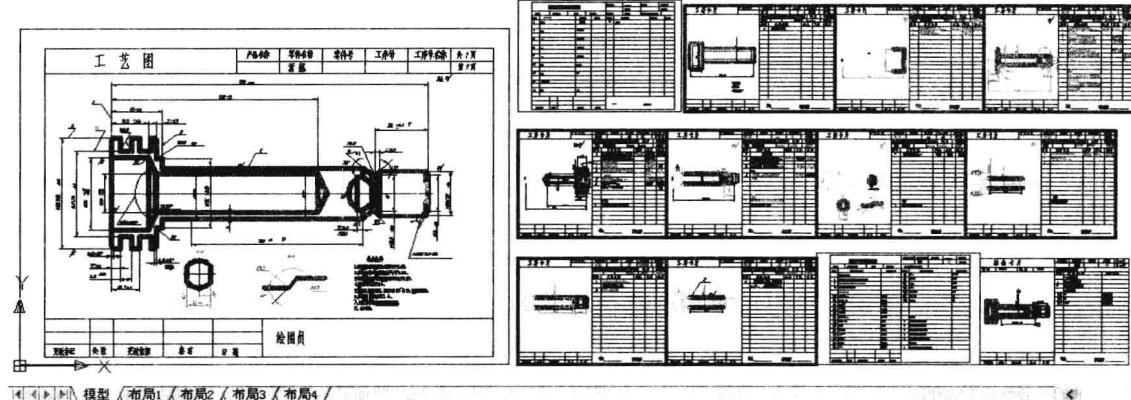

图 10-5-1
(1) 双击素材文件“10-5-2.dwg”，打开的图形文件，如图 10-5-1 所示，在模型空间中已经绘制了多个图形。